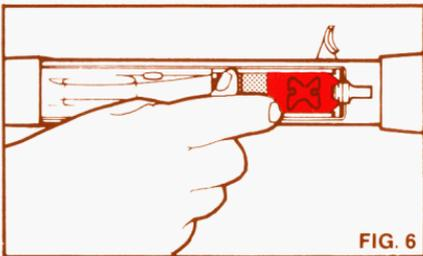

FIG. 6
**LOADING THE MAGAZINE** — 1. With the safety in the “on” position and the action closed, push the shot shell upwards against the carrier and forward into the magazine (Figure 6). There will be a “click” as the cutoff (the part that holds the shell in the magazine tube) snaps into position.
1. Avec le cran de sûreté en position “on”, et la culasse fermée, poussez la cartouche vers l’avant dans le tube du magasin (Fig. 6). Vous entendrez un dé clic causé par l’arrêtoir qui maintient la cartouche dans le tube du magasin.
1. Achten Sie darauf, dass die Waffe gesichert und der Verschlussbolzen in der vorderen, geschlossenen Position ist. Schieben Sie eine Patrone unterhalb des Systemkastens gegen den Zubringer und gleichzeitig nach vorn in das Magazin (Abb. 6).
1. Con el seguro en la posición “on” y la acción cerrada, empuje el cartucho hacia arriba contra la teja y hacia adelante dentro del cargador (Fig. 6). Cuando el “cutoff” (la parte que soporta el cartucho en el tubo del cargador) se cierra de golpe en su puesto, habrá un “chasquido”.